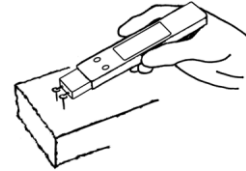

Bild 3.2
- Legen Sie die Einstiechnadeln des Gerätes auf die Nadelköpfe auf (**Bild 3.2**)